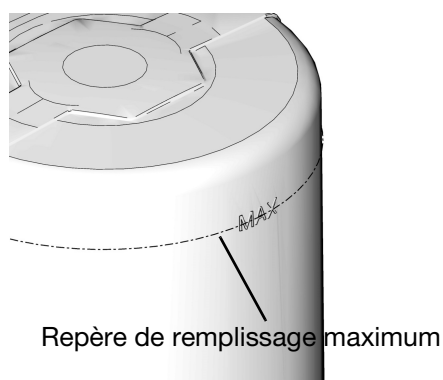

FIG. 24
- Ne pas remplir excessivement (FIG. 24).